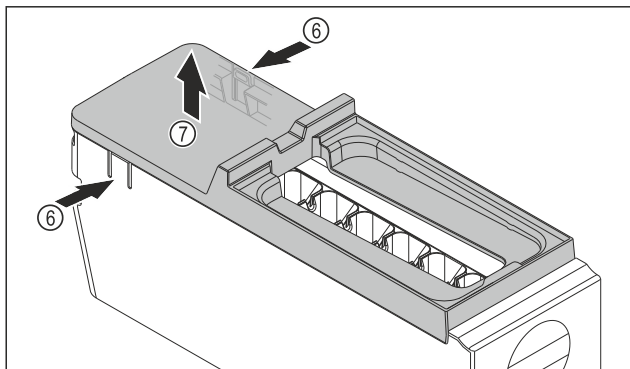

Fig. 77
- ▶ Vyjmutí krytu korpusu EasyTwist-Ice: Lamely Fig. 77 (6) na obou stranách korpusu EasyTwist-Ice stlačte jednou rukou.
- ▶ Kryt Fig. 77 (7) vyjměte druhou rukou nahoru.